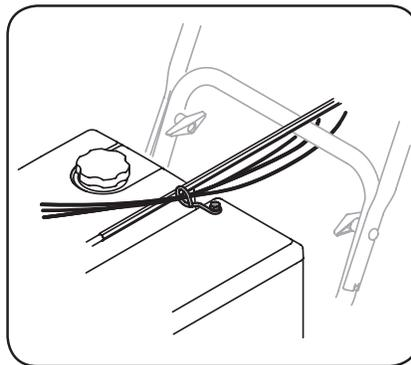

Figura 2-28
9. Controle que todos los cables estén adecuadamente colocados a través de la guía de cables de la parte superior del motor. Consulte Figura 2-28.
10. Controle que todos los cables estén adecuadamente colocados a través de la guía de cables de la parte superior del motor. Consulte Figura 2-28.
7. Controle que los cables estén adecuadamente colocados a través de la guía de cables de la parte superior del motor. Consulte Figura 2-28.